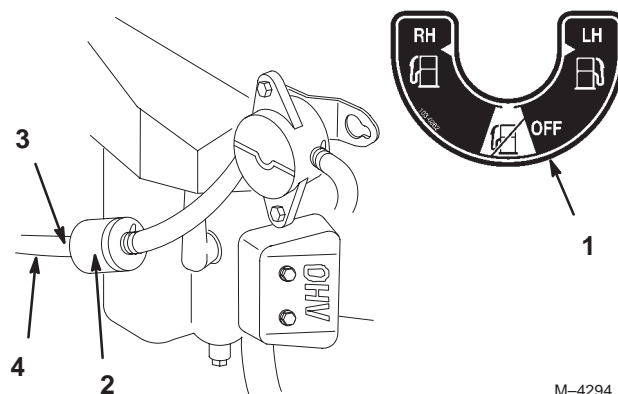

Figure 37
8. Posez un filtre neuf et rapprochez les colliers de fixation du filtre (Fig. 37).
2. Fermez le robinet d'arrivée de carburant (Fig. 37).
3. Desserrez le collier de serrage au niveau du filtre à carburant et repoussez-le le long de la conduite d'alimentation pour l'éloigner du filtre (Fig. 37).
4. Débranchez la conduite d'alimentation du filtre (Fig. 37).
5. Ouvrez le robinet d'arrivée de carburant des réservoirs gauche et droit, et laissez le carburant s'écouler dans un bidon ou un bac de vidange (Fig. 37).
6. Raccordez la conduite d'alimentation au filtre. Rapprochez le collier de serrage du filtre pour fixer la conduite d'alimentation (Fig. 37).